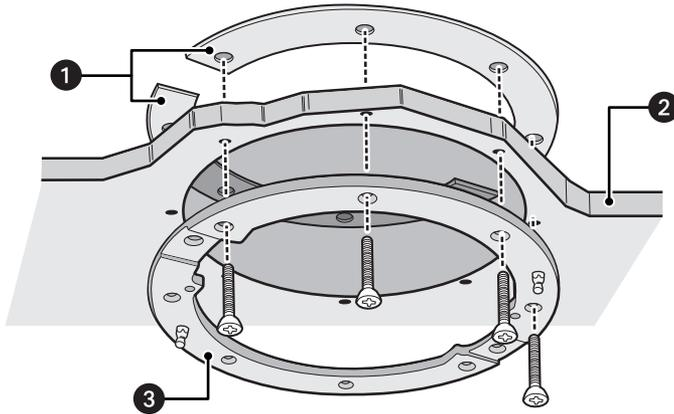

Figura 4. Instalación de las placas
4. Instale las placas de montaje (consulte la Figura 4 en la página 12). Use los ocho tornillos 10-32 x 3 pulgadas (suministrados) e instale el anillo de montaje y las dos placas de montaje posteriores.